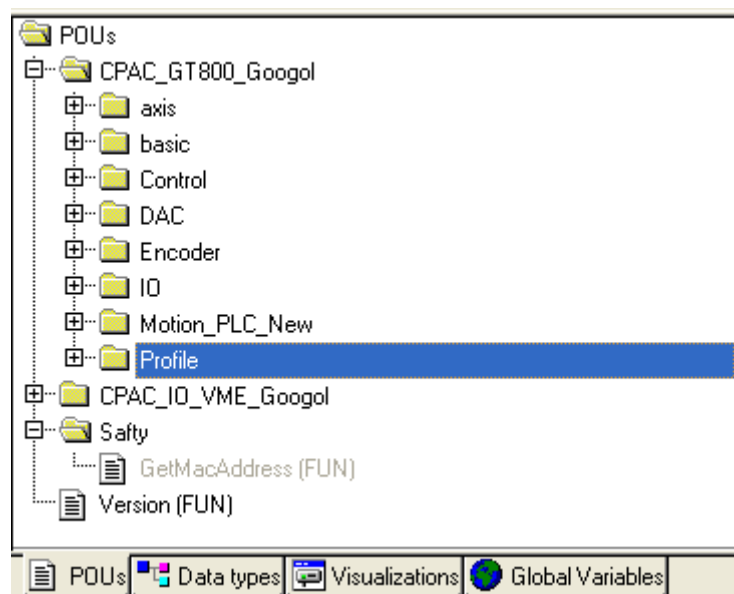

图 3-9
2) 函数体书写：在下方空白处 F2，调用 CPAC GUC-X00-TPV.lib 的函数，如图 3-9。